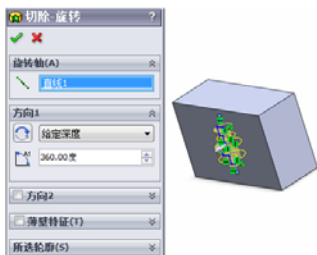

图 3-26 [切除-旋转]属性管理器
3. 出现[切除-旋转]属性管理器, 同时在右面的图形区域中显示生成的切除旋转特征, 如图 3-26 所示。